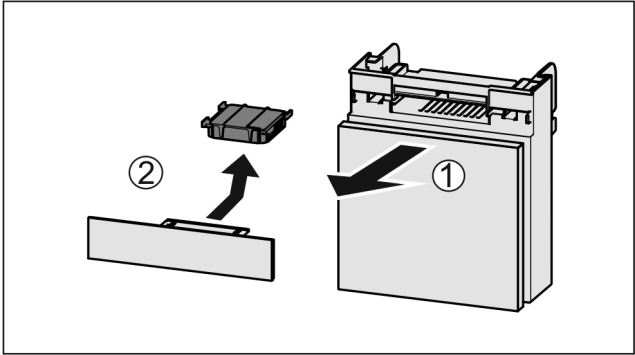

Fig. 173
► 向前拉出 Fig. 173 (1) 抽屉。
► 取出 Fig. 173 (2) 活性炭过滤器。